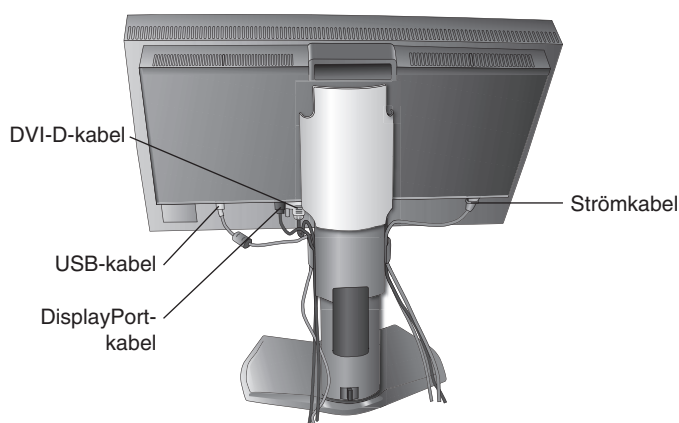
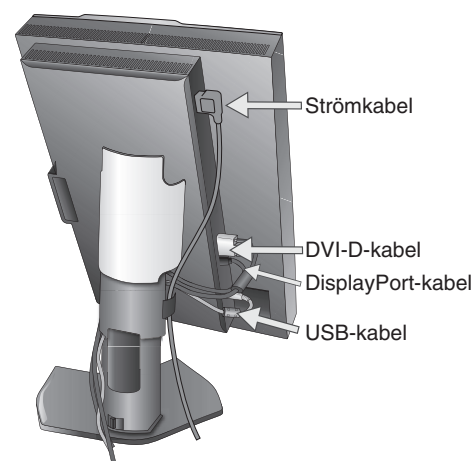

Bild C.2
Bild C.3
5. Håll ordning på kablarna genom att placera dem i bildskärmsstativets inbyggda kabelhanteringssystem. Placera kablarna jämnt på fästena (**bild C.2** och **bild C.3**).